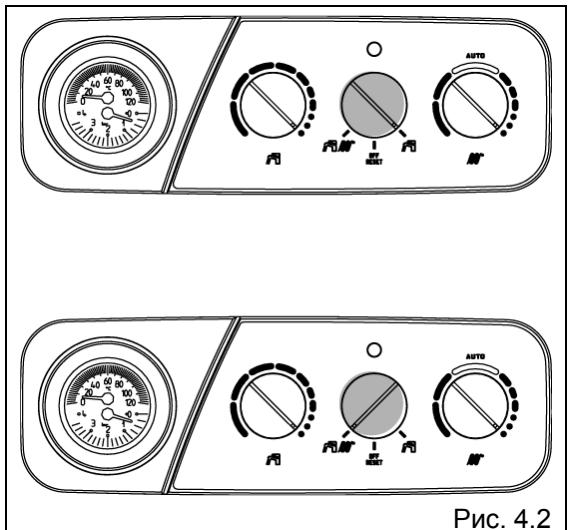

Рис. 4.2
- установите главный выключатель котла в положение включено, а переключатель функций в положение лето или в положение зима (рис. 4.2) в зависимости от того, какой режим работы вам нужен.